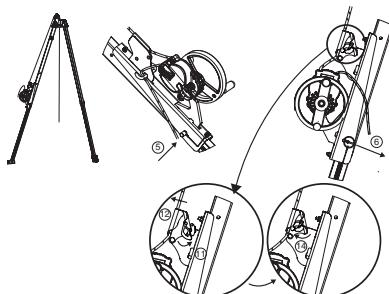

Abb. 9
WICHTIG: Auf die Einbaurichtung achten: die Kernmantelseilklemme muss zur Oberseite des Dreibaums tracpode weisen (Abb.9).
5. Den Befestigungsbolzen des Adapters für Gerät Derope™ UP R anbringen. Der Befestigungsbolzen hat zwei Funktionen: Verriegelung der Stütze des Dreibaums tracpode und Befestigung des Adapters für Gerät Derope™ UP R an der Stütze (Abb.9, 5).
6. Den Befestigungsbolzen mit dem Sicherungsstift verriegeln (Abb.9, 6).
11. Die Schotklemme des Adapters öffnen (Abb.9, 11).
12. Das aus dem Derope™-Gerät austretende Kernmantelseil in die Schotklemme des Adapters einführen (Abb.9, 12).
14. Die Schotklemme schließen (Abb.9, 14).